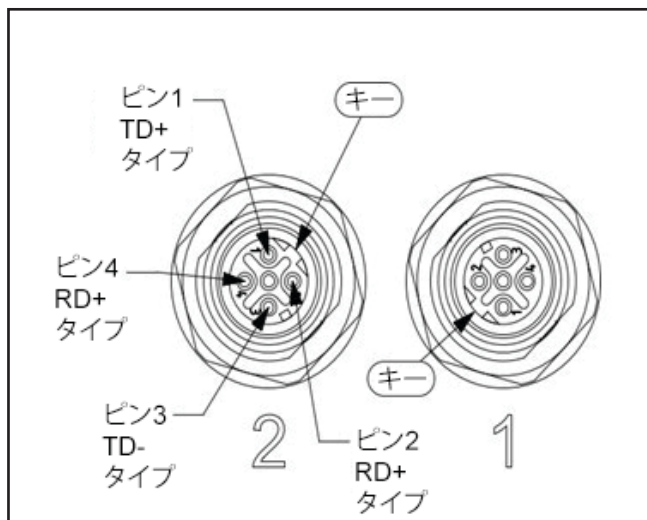

図1-9 M12、インアウトポート用4極メスDコネクタ
M12接続コネクタに関しては、図1-9をご参照ください。
- 「1」および「2」のラベルが付いたM12コネクタ付き入出力ポート (図1-9)。